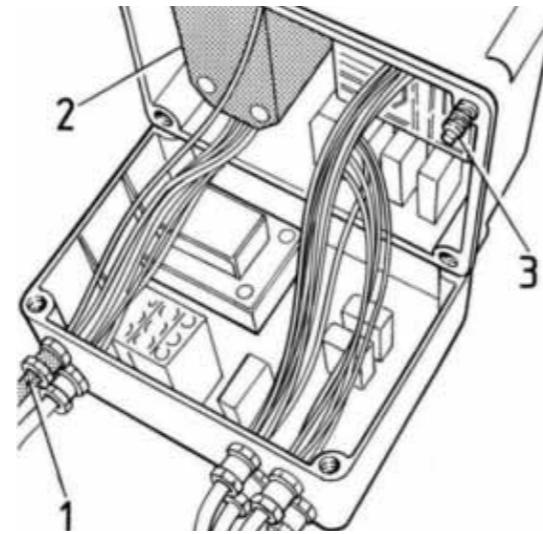

Figure 6
- Le câble d'alimentation doit être branché au tableau de l'élévateur en le faisant passer par le trou prévu à cet effet (1) jusqu'à ce qu'il atteigne la plaque à bornes reportant la valeur de la tension d'alimentation (2 - fig.6). Les trois conducteurs de phase doivent être fixés aux bornes respectives indiquées par les symboles L1, L2, L3. Le conducteur de terre doit être branché à la borne jaune/ vert correspondante.
- Quand le branchement de la centrale au tableau d'alimentation est terminé, remettre le couvercle en le bloquant avec les 4 vis correspondantes (3 - fig.6).